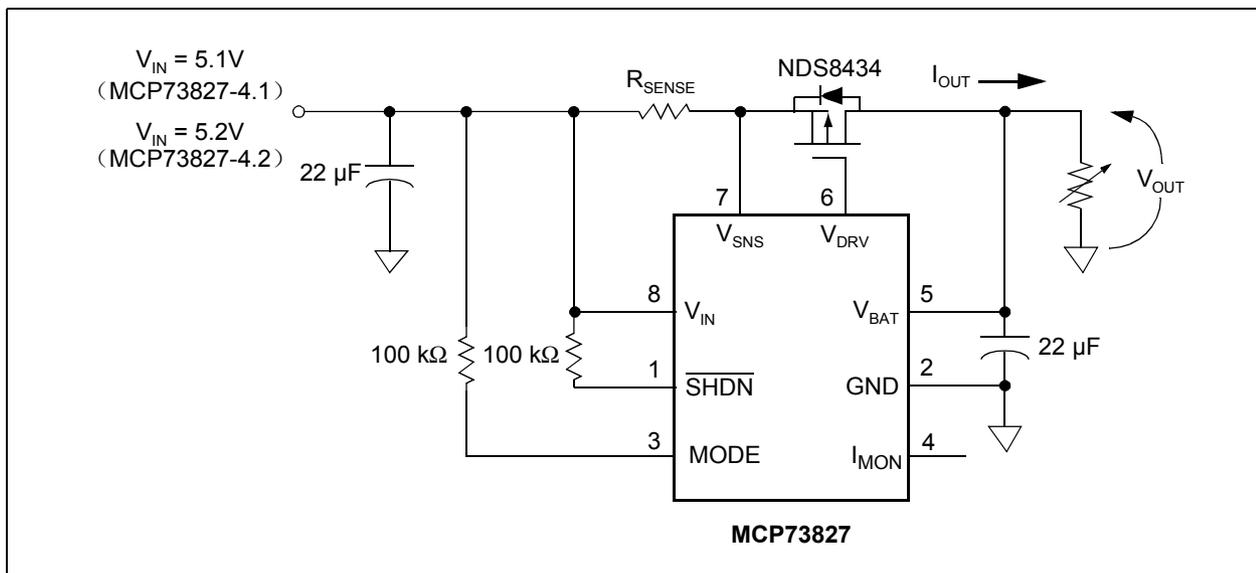

图 1-1: MCP73827 测试电路
典型值温度条件均为  $+25^\circ\text{C}$ 。测试电路参见图 1-1。
**注:** 除非另外声明, 否则  $I_{OUT} = 10\text{ mA}$ , 恒压模式,  $T_A = 25^\circ\text{C}$ 。测试电路参见图 1-1。
注：除非另外声明，否则  $I_{OUT} = 10\text{ mA}$ ，恒压模式， $T_A = 25^\circ\text{C}$ 。测试电路参见图 1-1。